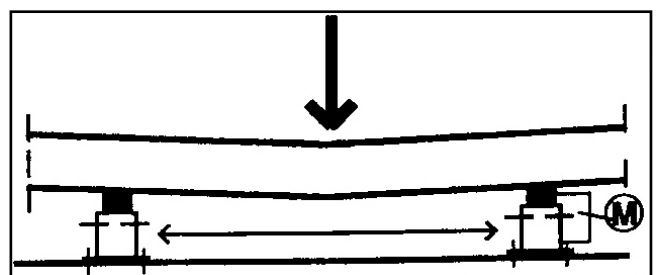

Abb. 13
2) Der Abstand zwischen den zwei Rollenschienen soll so sein, daß der zu bearbeitende Det. nicht zu sehr gekrümmt wird, falls dieser schlank, d.h. lang und schmal ist (Abb. 13).